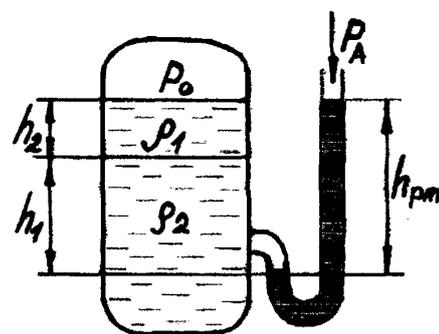

Рис. 4
11. Определить показания ртутного манометра, установленного в нижней части экстракционной колонны, в которой находится слой воды высотой 3 м и несмешивающийся с ней слой бензола высотой 1 м. Абсолютное давление над поверхностью жидкости в колонне $2,5 \text{ кгс/см}^2$, атмосферное давление 760 мм рт. ст., температура $20 \text{ }^\circ\text{C}$. (рис. 4)